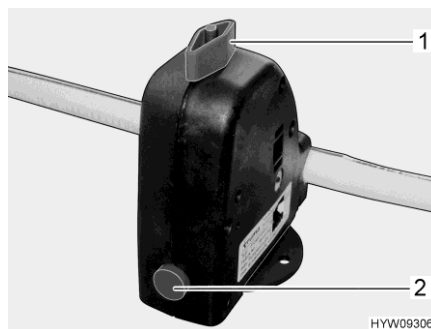

Fig. 208 Valvola di sicurezza/di scarico (boiler)
- Il boiler è dotato di una valvola di sicurezza/di scarico (Fig. 208). La valvola di sicurezza/di scarico impedisce che l'acqua congeli nel boiler in presenza di basse temperature esterne, quando il riscaldamento dell'autocaravan non è acceso.
- Chiudere la valvola di sicurezza/di scarico. A tal fine ruotare la manopola (Fig. 208,1) verticalmente rispetto alla valvola di sicurezza/di scarico e premere verso l'interno il bottone automatico (Fig. 208,2).
- Aprire la valvola di sicurezza/di scarico. A tal fine ruotare la manopola (Fig. 208,1) nel senso della lunghezza della valvola di sicurezza/di scarico. Il bottone automatico (Fig. 208,2) scatta all'infuori. Il boiler viene svuotato verso l'esterno tramite la valvola di sicurezza/di scarico.